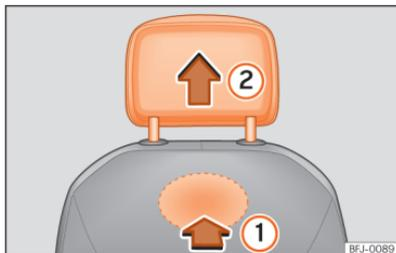

Fig. 74 Encosto de cabeça dianteiro: desmontagem.
- Para desbloqueá-lo, procure o entalhe situado na parte traseira do encosto na zona marcada e pressione no sentido da seta »» Fig. 74 ①.
- Retire o encosto de cabeça no sentido da seta ②.